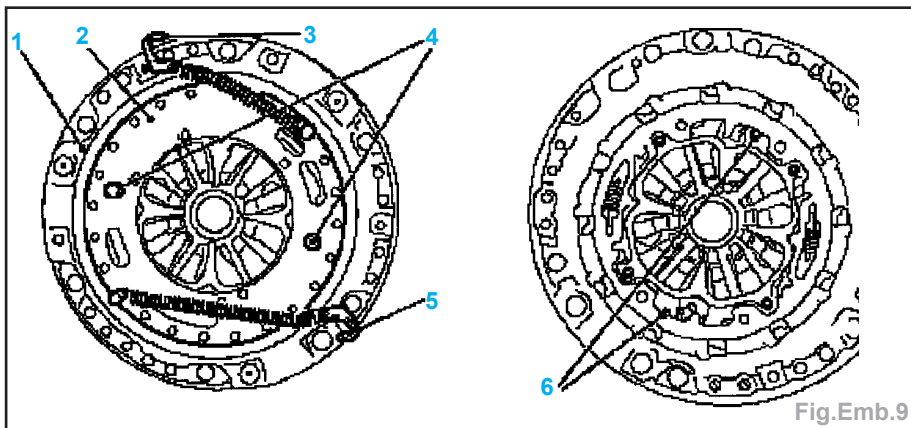

Fig.Emb.9
- Remonter **KM-6289 (2)** sur la plaque de pression (1) en accrochant les crochets (3 et 5) sur la plaque de pression (Fig.Emb.9).